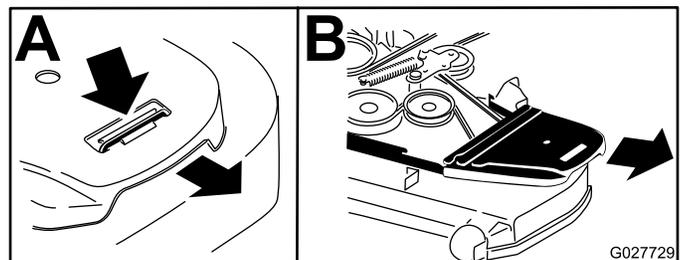

Figure 60
6. Déposez les couvercles de courroies ainsi que les boulons fixés dessus (Figure 60).